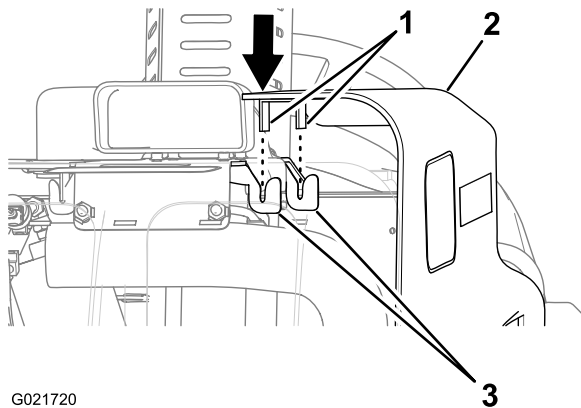

Figura 38
2. Alinee las pestañas situadas en la parte superior del panel lateral con las horquillas de la máquina (Figura 38).